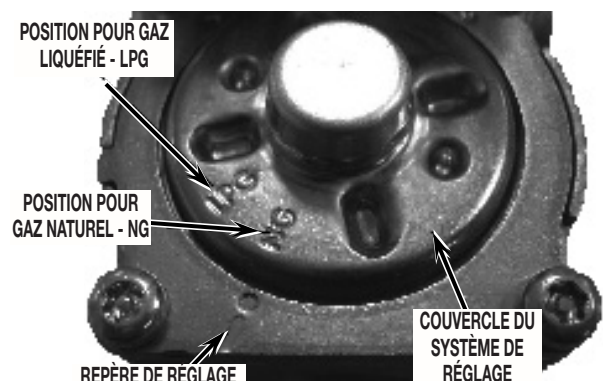

FIGURE 6
- Identifier sur le couvercle les marques de positionnement correspondant à l'alimentation au gaz naturel (NG) et à l'alimentation au gaz liquéfié (LPG); noter également le repère de réglage, qui indique le type de gaz utilisé. Voir la Figure 6.